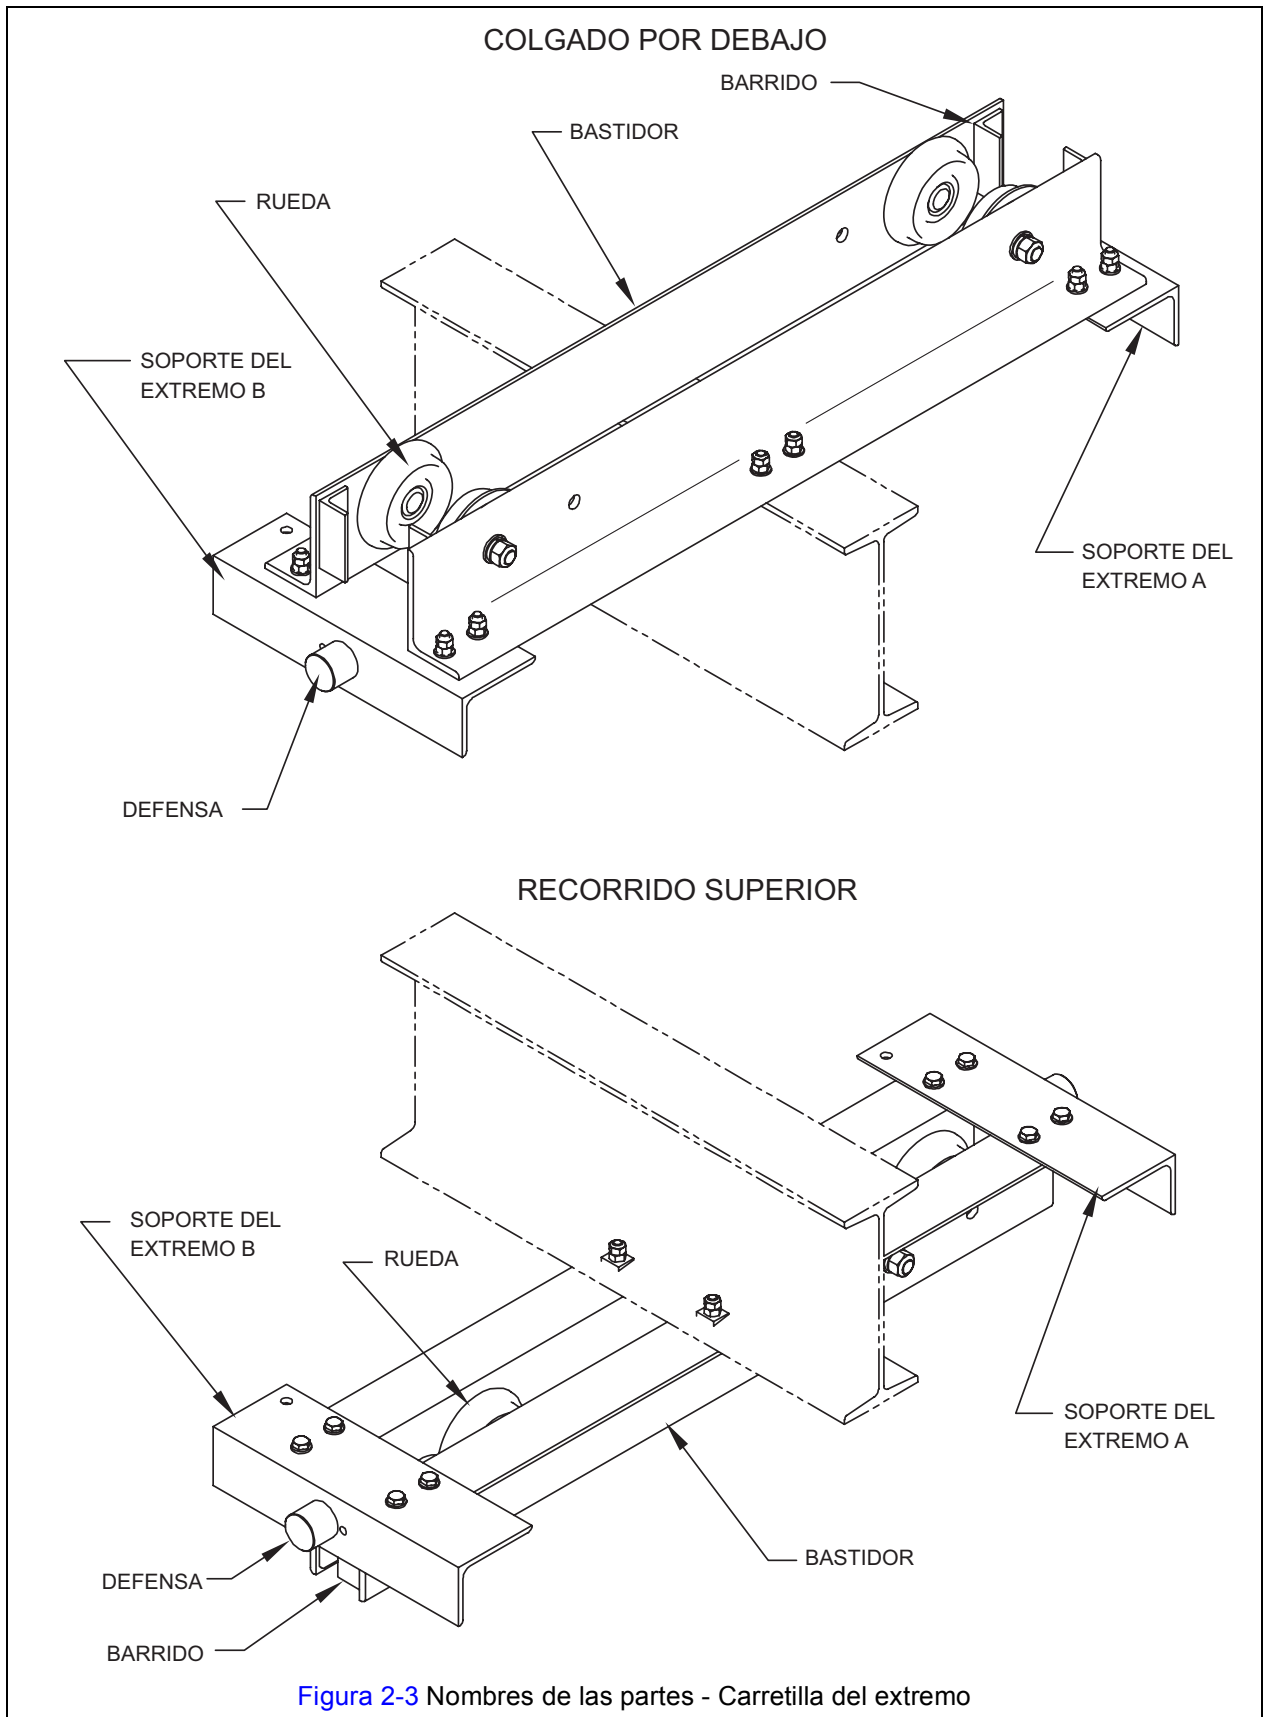

Figura 2-3 Nombres de las partes - Carretilla del extremo
- Consulte la Figura 2-3 y la Figura 3-9 y ensamble juntos los bastidores y los soportes del extremo. A medida que apriete los sujetadores (no debe apretarlos aún por completo - esto se realizará posteriormente) mida la dimensión "H" real de conformidad con la Figura 3-8. Verifique que la dimensión "H" medida y la dimensión "H" calculada sean la misma.